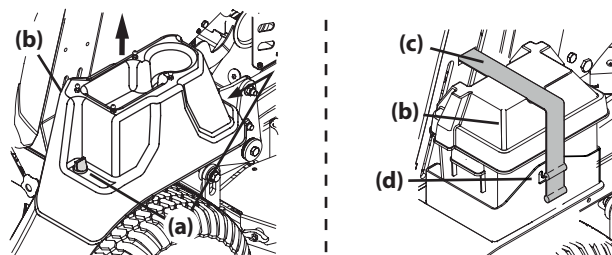

Figure 4
- Tondeuses avec plateaux de coupe de 48, 54 ou 60 pouces - Retirez les deux vis à oreilles (a) qui fixent le couvercle de la batterie (b) à l'aile droite. Soulevez le couvercle de la batterie pour le retirer (Figure 4).
- Tondeuses avec plateau de coupe de 36 pouces - Détachez la sangle en caoutchouc (c) qui fixe le couvercle de la batterie (b) au bac support de la batterie (d). Soulevez le couvercle de la batterie pour le retirer (Figure 4).